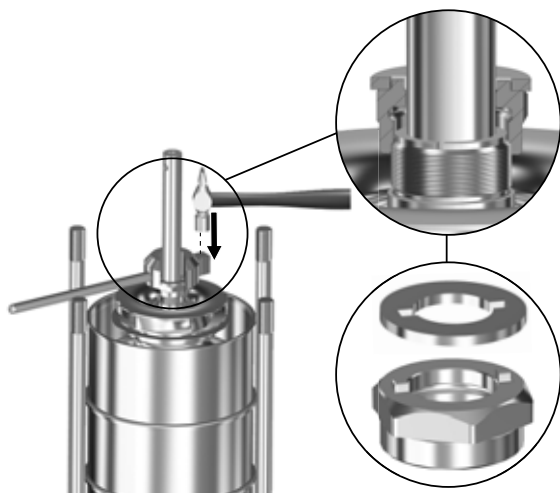

Рис. 25 Снятие рабочего колеса (49 или 49а) с помощью приспособления Q
6. **Для насосов с диаметром вала $\varnothing 28$ или $\varnothing 38$:** установите приспособление М сверху гайки для цанги (48) и молотком ударяйте по приспособлению Q, установленному на гайке для цанги (48), чтобы высвободить рабочее колесо (49 или 49а) из цанги (49b). См. рис. 25.